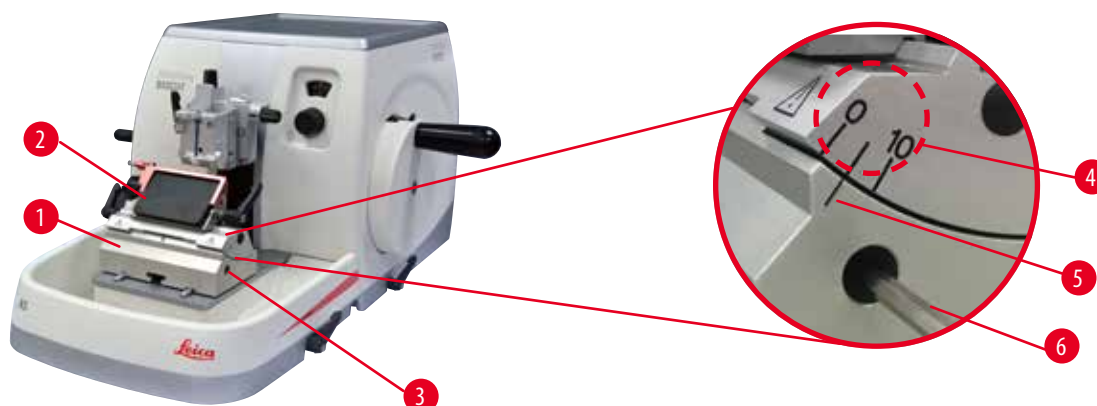

Рис. 20
2. Сдвиньте универсальный держатель лезвия E, так чтобы индексная отметка для требуемого угла наклона ножа совпала с опорной линией на основании держателя лезвия. На увеличенном фрагменте изображения (→ "Рис. 20") показана настройка угла наклона ножа  $5^\circ$ .